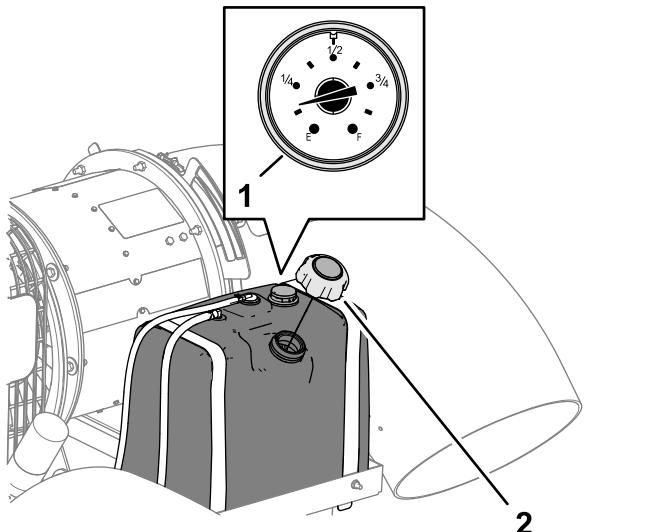

図 13
2. 燃料タンクのキャップの周囲をきれいに拭いてからキャップを取る図 13。
4. 燃料タンクのキャップをしっかりとはめる図 13。